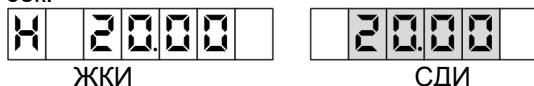

Рисунок 14
7.11 При снижении питающего напряжения до 150 вольт или его отключении устройство выключается, на табло отображается информация о последнем наливе (рисунок 14). На СДИ информация о последнем наливе отображается в мигающем режиме: свечение – 1 сек., пауза – 6 сек.